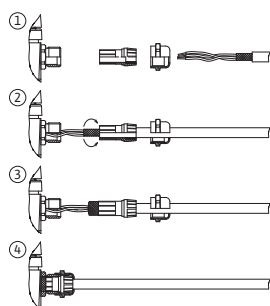

Fig. 18: Osłona
- Moduł CIF w automatyce budynku (komunikacja za pomocą magistrali): Ekran podłącza się do przepustu kablowego na module elektronicznym (Fig. 18).
Kable wejść cyfrowych, analogowych i komunikacji za pomocą magistrali wymagają ekranowania z wykorzystaniem metalowych dławików przewodu dla przepustów kablowych 4, 5 i 6 (Fig. 18). Podczas korzystania z przewodów niskiego napięcia na każdy dławik przewodu możliwe jest przeprowadzenie do trzech kabli. Należy przy tym zastosować wielokrotne wkłady uszczelniające.